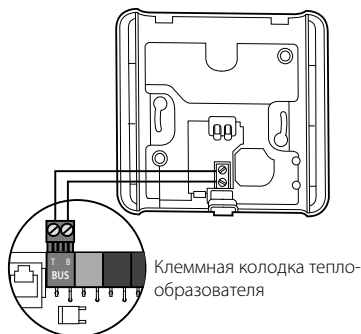

Рис. 13
- Подсоедините проводку регулятора температуры в помещении к зажимам шины, расположенным на клеммной колодке теплообразователя (Рис. 13).